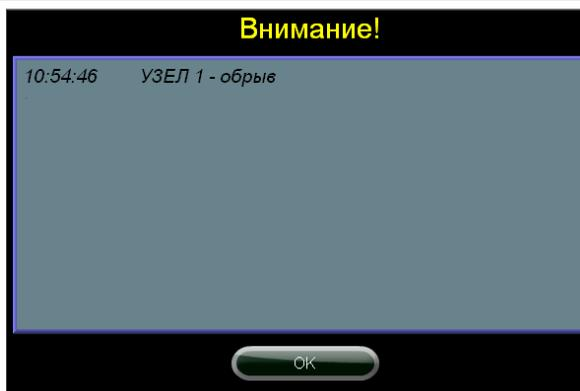

Рисунок 15 – Окно неисправностей
8.15 При возникновении неисправности или события, мешающего нормальной работе станции, откроется окно неисправности (рис. 15). В окне будут указаны текущие неисправности, которые требуется устранить. После их устранения нажмите кнопку «Ок».